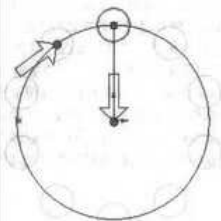

图 2-30 圆周草图排列与复制属性设置及预览
(2) 单击草图工具栏中的（圆）工具，绘制出一个圆实体。
(3) 单击草图工具栏中的（圆周草图排列和复制）工具，弹出“圆周草图排列和复制”对话框，在“排列”选项栏的“数量”文本框中输入 10，单击“预览”按钮，如图 2-30 所示。